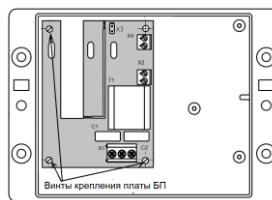

Рис.2 – Схема монтажа БП/ВКТ-7 в корпусе вычислителя
1. Установить плату БП в нижней части корпуса вычислителя и закрепить на 4 винта (рис.2).
3. Установить плату БП (с БАТ) в нижней части корпуса вычислителя и закрепить на 4 винта (рис.2).